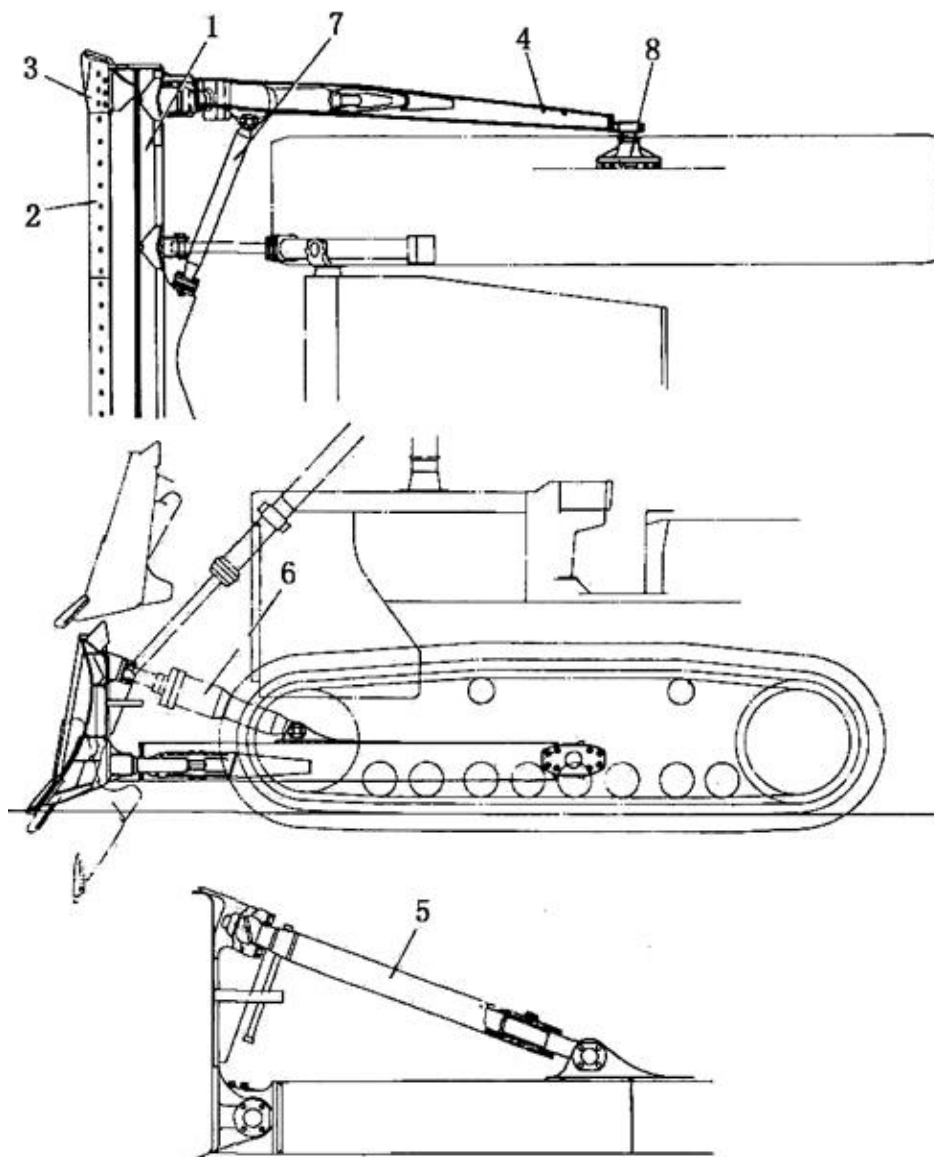

Рис. 5-78
Отвал есть только у бульдозеров с неповоротным отвалом. (См. Рис. 5-78). Несущая система имеет коробчатую конструкцию, высокий предел прочности, стойкость к разрыву и высокую устойчивость. Её передний конец крепится к отвалу поперечным соединением, а задний конец крепится на скобе (8) корпуса гусеницы.